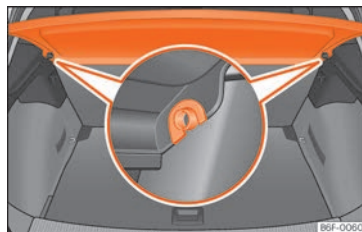

Fig. 143 En el maletero: desmontar y montar la bandeja.
- Desencaje la bandeja de los soportes laterales >>> fig. 143 tirando de ella hacia arriba y extraiga la bandeja.
- Introduzca la bandeja horizontalmente haciendo coincidir la "herradura" sobre el eje de los soportes >>> fig. 143, y presione hacia abajo hasta que encastre.